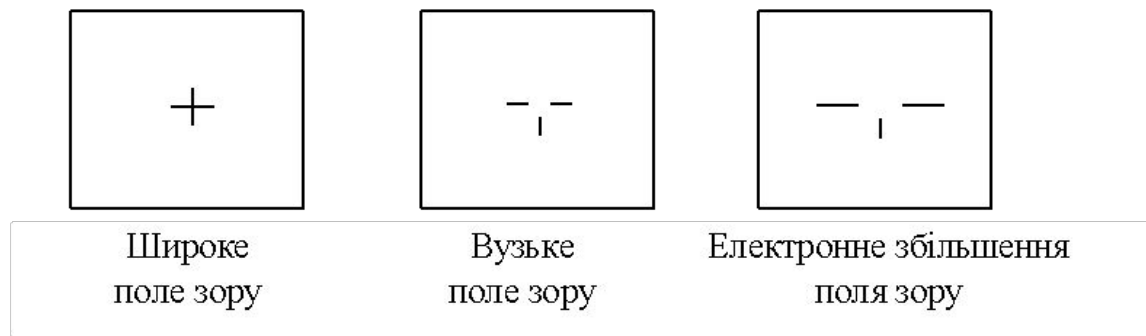

Рисунок 2 – Вигляд "ВІКНА" і прицільної марки у режимі автосупроводу цілі.
10) в разі зриву автосупроводу відновлюється ручний режим спостереження за ціллю зі зміною вигляду "ВІКНА". Повторно навести прицільну марку на ціль і натиснути кнопку "TRACKING" (режим автосупроводу – рисунок 2). Зміниться вигляд "ВІКНА". Оцінити стійкість роботи комплексу в режимі автосупроводу.